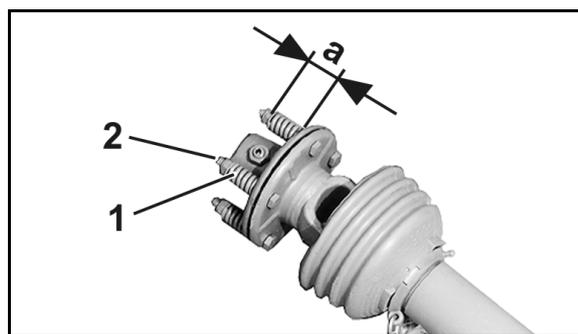

Fig. 75
2. Scaricare le molle (Fig. 75/1) allentando i dadi (Fig. 75/2).